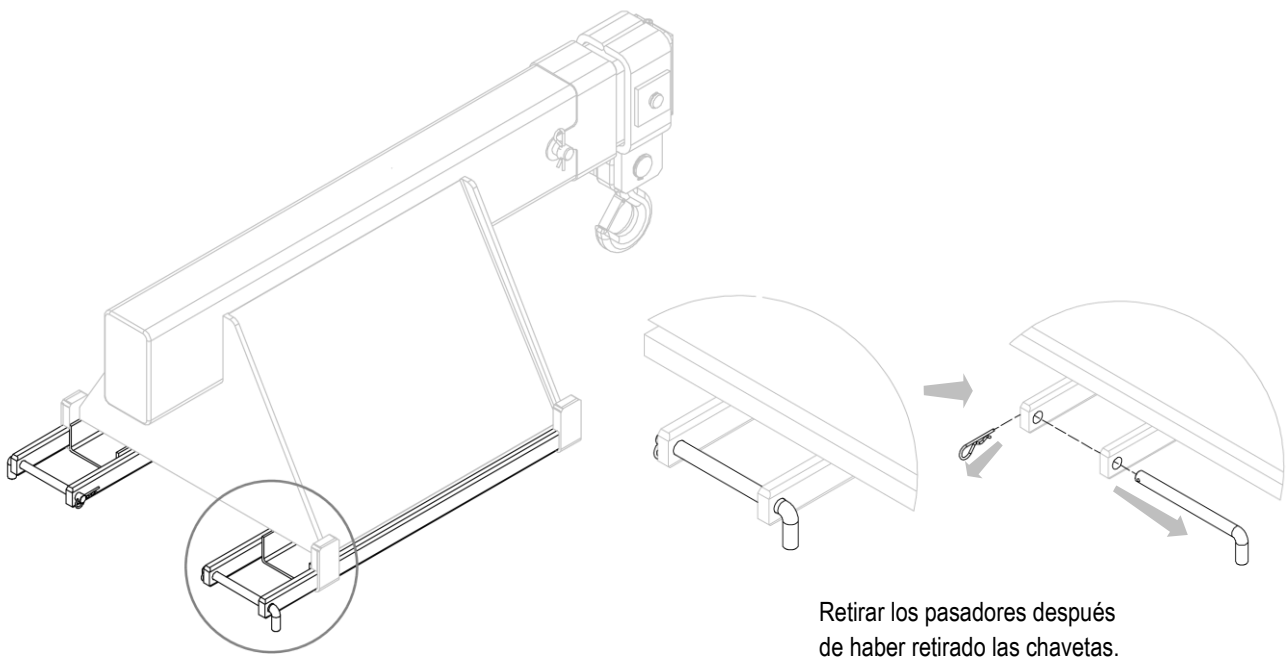

Figura 6
3. Retirar los topes de las horquillas, si ya están instalados (mira *Figura 6*).
1. Retire los topes de las horquillas como en *Figura 6* a pag. 13.